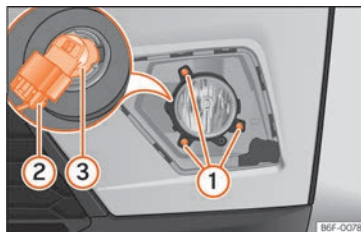

Fig. 106 Faro antiniebla: desmontar el portalámparas
2. Retire los 3 tornillos »» fig. 106 ① y extraiga el faro antiniebla.
3. Extraiga el conector de la lámpara ②.
4. Gire el portalámparas ③ hacia la izquierda y tire.